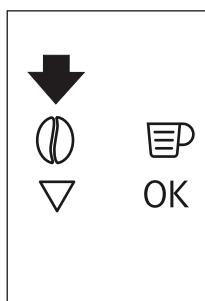

Рис. 15
- Нажмите сенсорную кнопку ⌂ (B4) (Рис. 15), чтобы выключить функцию приготовления молотого кофе и вернуться в режим приготовления кофе из кофейных зерен.